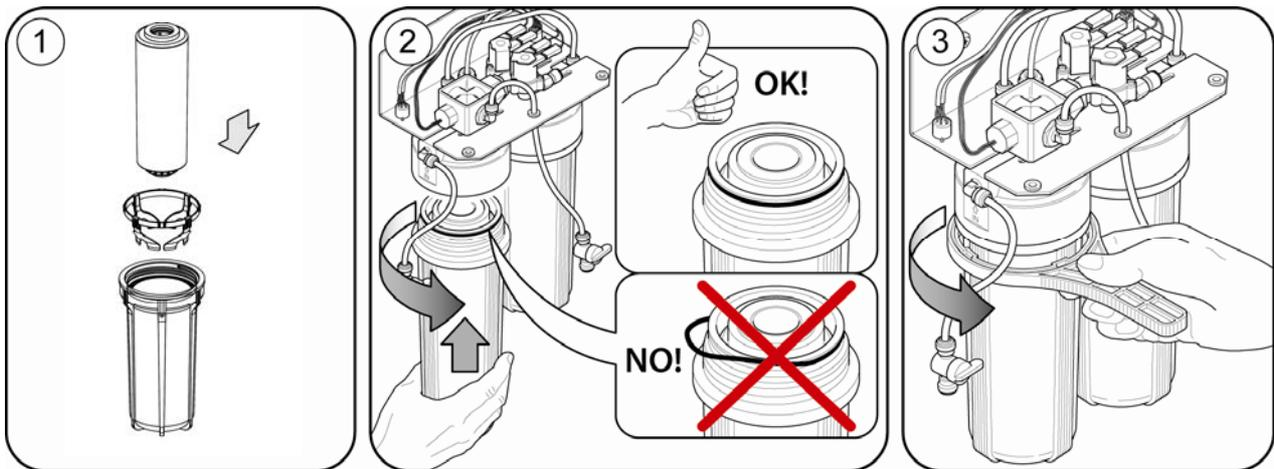

Fig. 3.2 Einsetzen der Ionen-Austauscharze
2. Die Harzeinsätze wie in Abb. 3.2 dargestellt aus der Verpackung nehmen, den Zentrierring auf den Einsatz stecken und den Einsatz mit der Dichtung nach oben in den Behälter einsetzen.